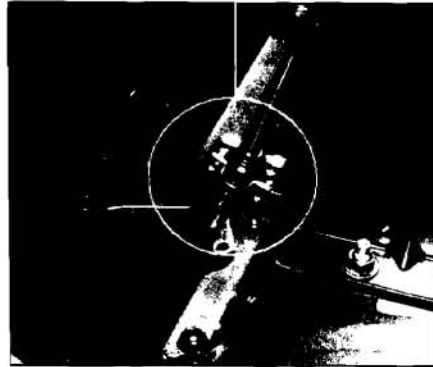

Figure 6
- D) **Figure 6** - Loosen the shift cable anchor bolts & remove the shift cable coupler.